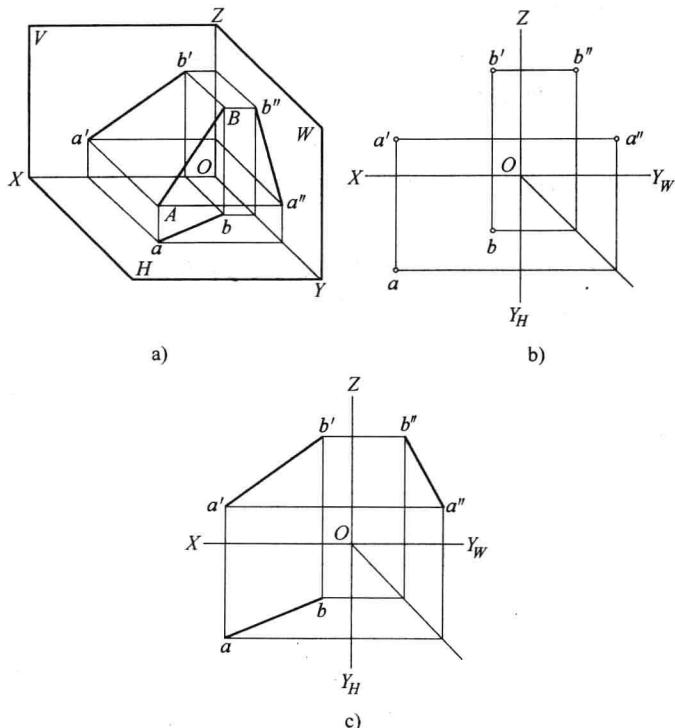

图 1-7 直线的三面投影
由直线上任意两点的同面投影来确定，如图 1-7 中为线段的两端点 A、B 的三面投影，连接两点的同面投影得到的 ab ， $a'b'$ ， $a''b''$ ，就是直线 AB 的三面投影。直线的投影一般仍为直线。
1) 一般位置直线：对三个投影面都倾斜的直线称为一般位置直线。图 1-7 所示的 AB 就是一般位置直线，其投影特性为“三面投影均是小于实长的斜线”。